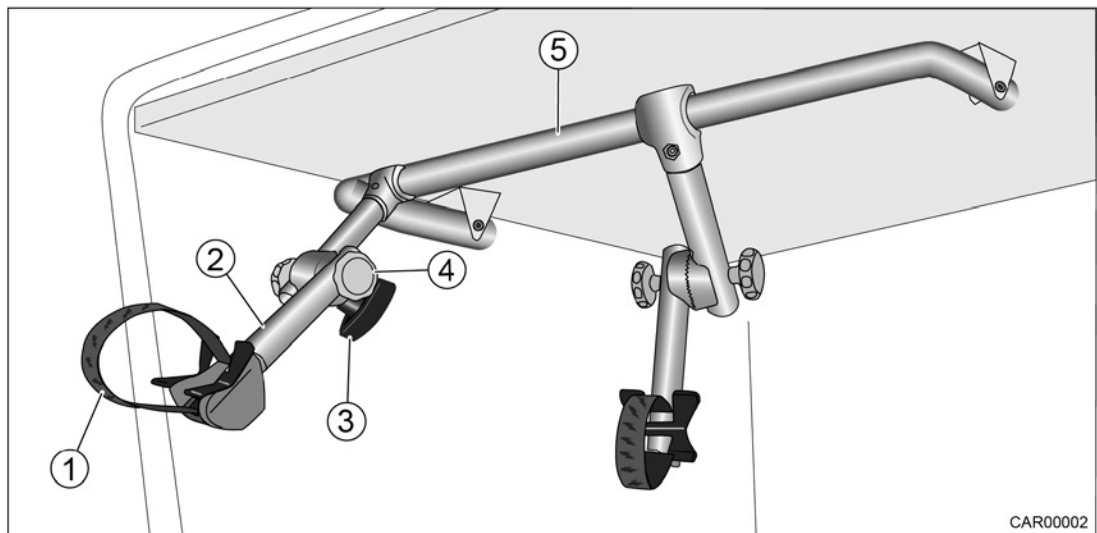

Fig. 6 Barres de fixation dans le garage à vélo électrique
5. Rabattre l'étrier (Fig. 6/5) vers l'avant.
12. Pivoter l'étrier (Fig. 6/5) avec les barres de fixation (Fig. 6/2) vers le bas.
13. Desserrer les deux vis (Fig. 6/3 et 4).
14. Pivoter la barre de fixation (Fig. 6/2) sur la position souhaitée.
15. Serrer à fond les vis (Fig. 6/3 et 4).
16. Fixer le volant du vélo électrique avec la courroie dentée (Fig. 6/1) à la barre de fixation (Fig. 6/2).